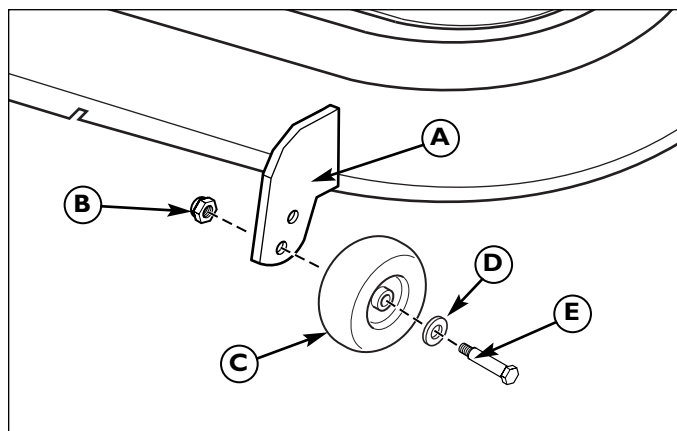

Figura 38. Ajuste de la rueda reguladora de soporte fijo
1. Retire la tuerca de bloqueo (B, Figura 38), la rueda reguladora (C), las arandelas (D) y el perno de tope (E). Cambie la posición de la rueda reguladora a la altura que desee.
2. Introduzca el perno de tope (E) en las arandelas (D), la rueda reguladora (C) y el soporte de la rueda reguladora (A). Sujete con la tuerca de bloqueo (B). Repita los pasos 1 y 2 en todas las ruedas reguladoras.